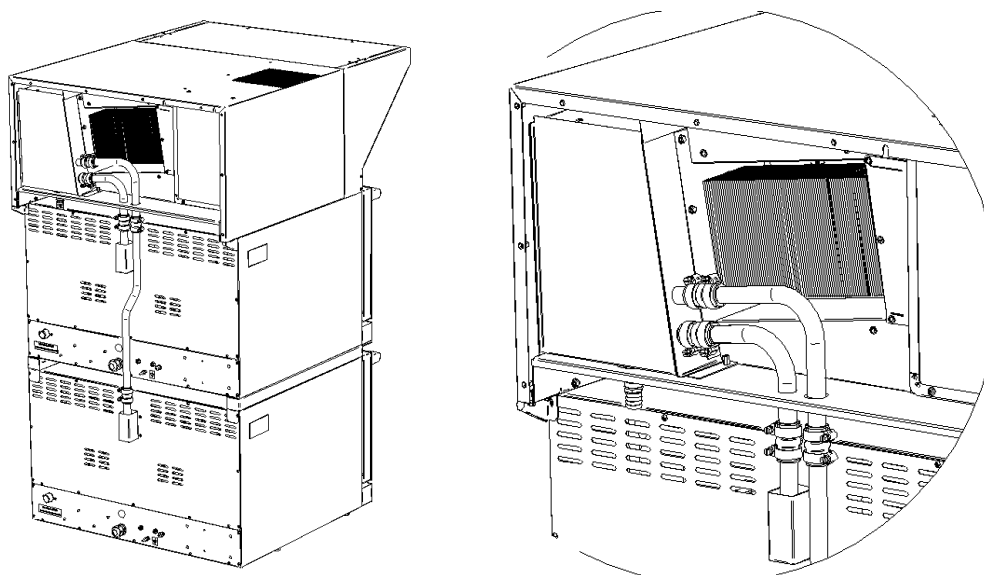

Рисунок 8
10.3. Совместить трубку из комплекта соединителя конвекционных печей КСП-4 (верхний) с верхней трубой пароконденсатора зонта, установив между ними соединитель ЗВВ-4-6/4П.03.00.007 с двумя патрубками ПА6-11ПМ.1626.00.03.003 и стянуть хомутами 20-32 KOVOPOC из комплекта (см Рисунок 8);